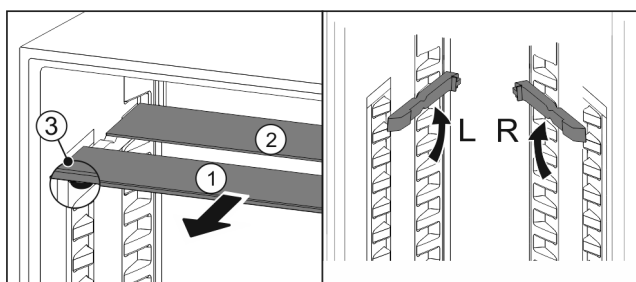

Fig. 188
- Extrageți Fig. 188 (1) pe rând plăcile de sticlă spre înainte.
- Placa de sticlă Fig. 188 (1) cu șipca decorativă se află în față.
- Opritoarele Fig. 188 (3) indică în jos.